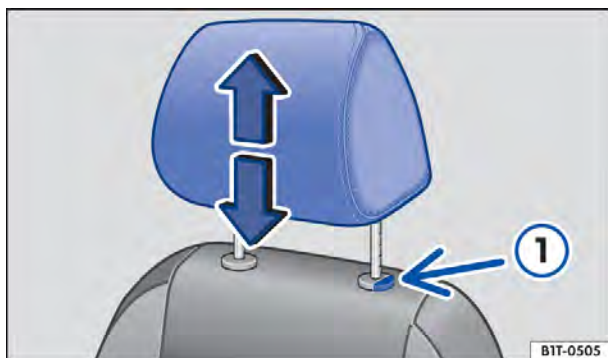

Fig. 39 Ajustar o apoio para cabeça.
- Empurrar o apoio para a cabeça para cima na direção da seta ou para baixo com o botão ⇒ Fig. 39 ① pressionado ⇒ ⚠.